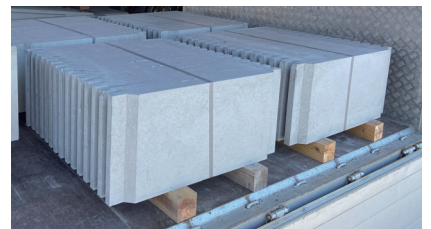

図1
(1) 輸送・保管時の注意事項
- ・カド欠け防止の為、図1の様眼角材を入れて下さい。
- ・輸送時、図1の状態のまま動かないよう、
- ・保管時、図1の状態のまま倒れないよう、